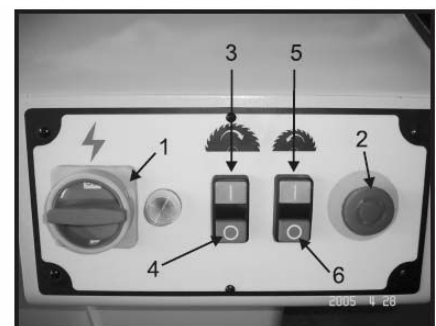

Fig. 1
1. Наложите измерительную линейку на рабочий стол с помощью 4 болтов (M10-1,5x20) с запорными и плоскими шайбами (см. рис. 1), но до конца болты не затягивайте.